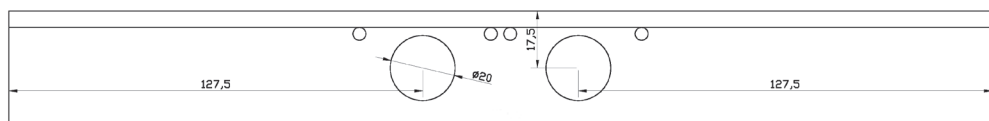

Fig. 4
4) Lavorazione da eseguirsi sull'ala da 35 mm. Punzonare alle misure indicate, forare con punta a tazza da 20 mm e smussare gli spigoli vivi dei fori con lima tonda oppure con l'apposita punta svasatrice. Questi fori serviranno all'inserimento del moschettone nel chiodo (Fig.4).